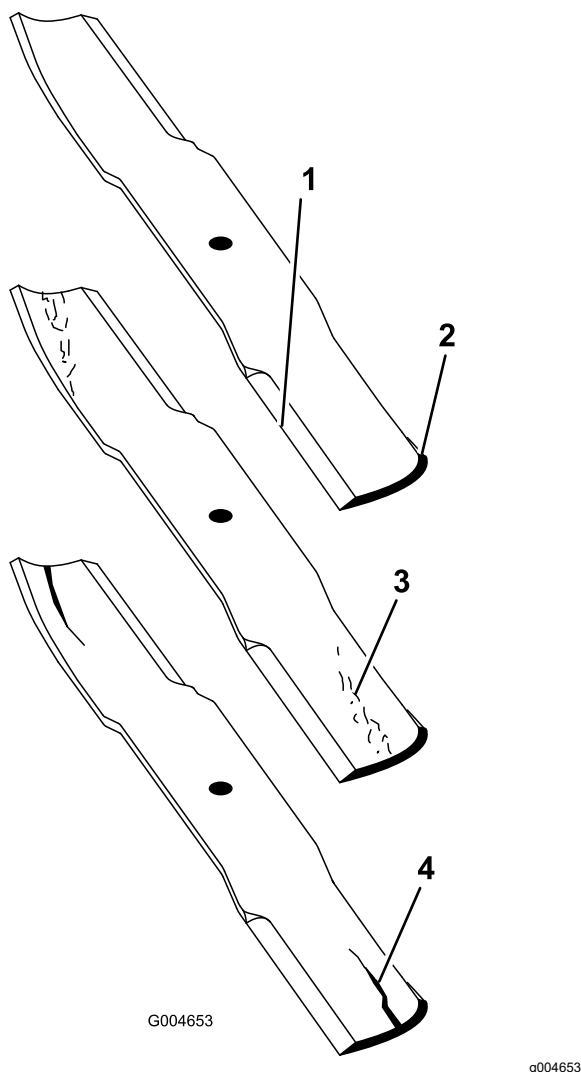

Figure 99
2. Examinez attentivement les tranchants de la lame, particulièrement au point de rencontre de la partie plane et de l'ailette (Figure 99).
Remarque: Le sable et les matières abrasives peuvent éroder le métal à cet endroit, c'est pourquoi il est important de contrôler l'état de la lame avant d'utiliser la tondeuse. Remplacez la lame si elle semble usée (Figure 99).